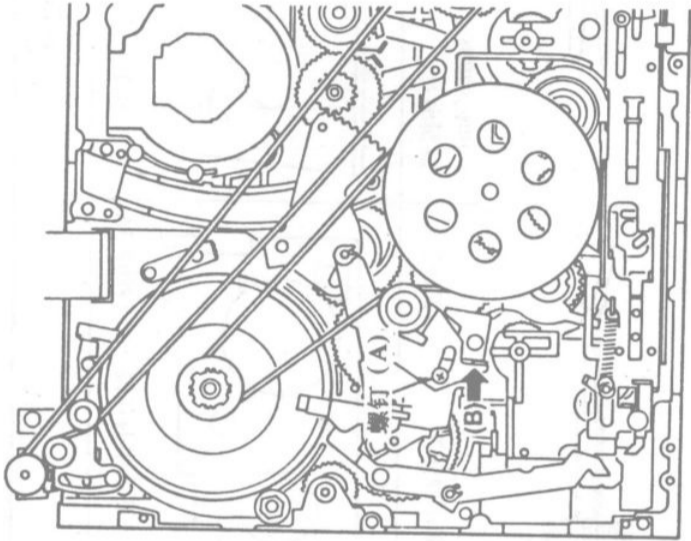

图 41
- ①如图41所示，轻轻地用螺丝刀松开螺钉(A)；
- ②将扇形张力测量仪安装在箭头(B)所指的位置；
- ③当扇形张力测量仪读数为40±5g时，拧紧螺钉(A)。